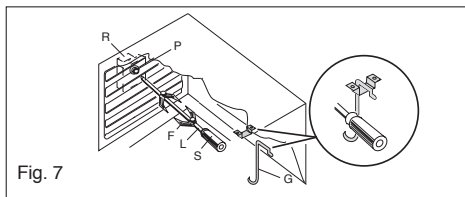

Fig. 7
- Enfiler le poulet ou la pièce à rôtir sur la broche L en prenant bien soin de l'immobiliser entre les deux fourches F et de bien l'équilibrer afin d'éviter des efforts inutiles au moto-réducteur R. (fig. 7).
- Mettre la broche sur le support G, après avoir introduit son extrémité opposée dans le trou P du moteur R (fig. 7). Engager la lèche-frite avec un peu d'eau au-dessous de la broche. L'appareil est prévu pour faire fonctionner le grilloir à porte ouverte (fig. 5 A-B). Enfiler le déflecteur S dans les pivots de centrage N présents sur le côté supérieur de l'entrée du four (fig.5 B). Fermer doucement la porte du four contre le déflecteur.
- Pour enlever la broche opérer de la façon contraire utilisant la manette A et un gant de protection en laine isolante (fig. 7).
Fig. 7 b